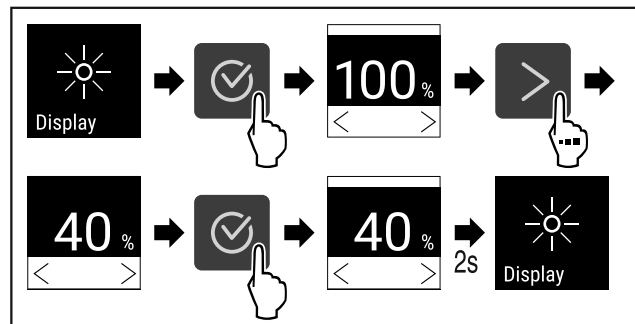

Fig. 102
- ▶ Провести етапи операцій (див. Fig. 102) .